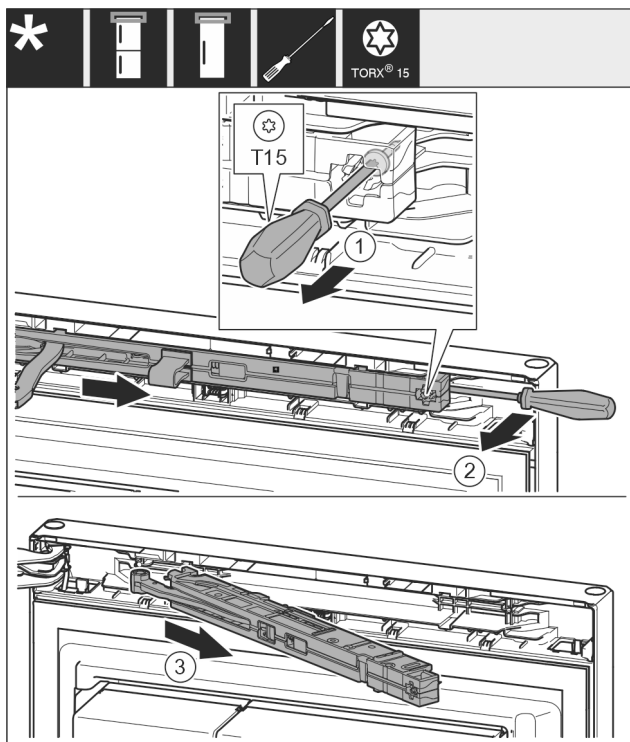

Fig. 14
- Oldja ki a csavart Fig. 14 (1) a záráscsillapító egységen 14 mm méretű csavarhúzóval.
- Emelje ki a záráscsillapító egységet Fig. 14 (2) a fogantyú felőli oldalon csavarhúzó segítségével felfelé.
- Húzza ki a záráscsillapító egységet Fig. 14 (3).